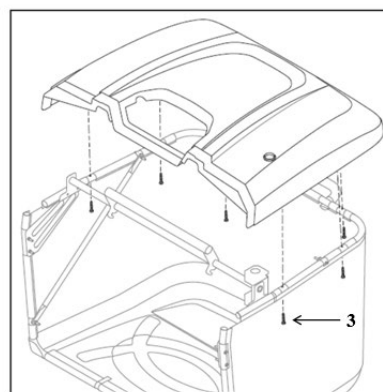

Fig.7L
3. Coloque la cubierta superior sobre el conjunto del soporte y conéctelos usando seis tornillos autorroscantes (3, ST4.8*35). (Fig.7L)